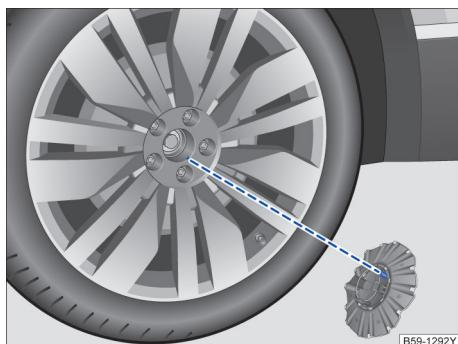

图 232 安装车轮螺栓的盖罩
- 车轮饰盖背面有定位销结构，铝车轮中心孔有定位孔结构，两者要配合在一起才能保证车轮饰盖正确安装→图 232。